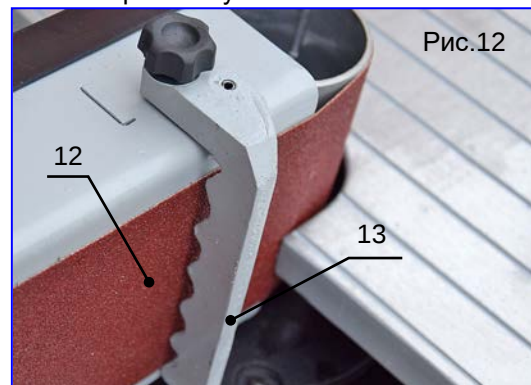

Рис.12
6. Плотно прижмите заготовку к плоской поверхности шлифовальной ленты (поз.12, рис.12). Обратите внимание-ограничитель рабочей поверхности (поз.13, рис.12) предотвращает стаскивание заготовки со стола.
2. Снимите рабочую ограничительную планку (поз.13, рис.12) и открутите пять фиксаторов защитного кожуха шлифовальной ленты (поз.18, рис.20).